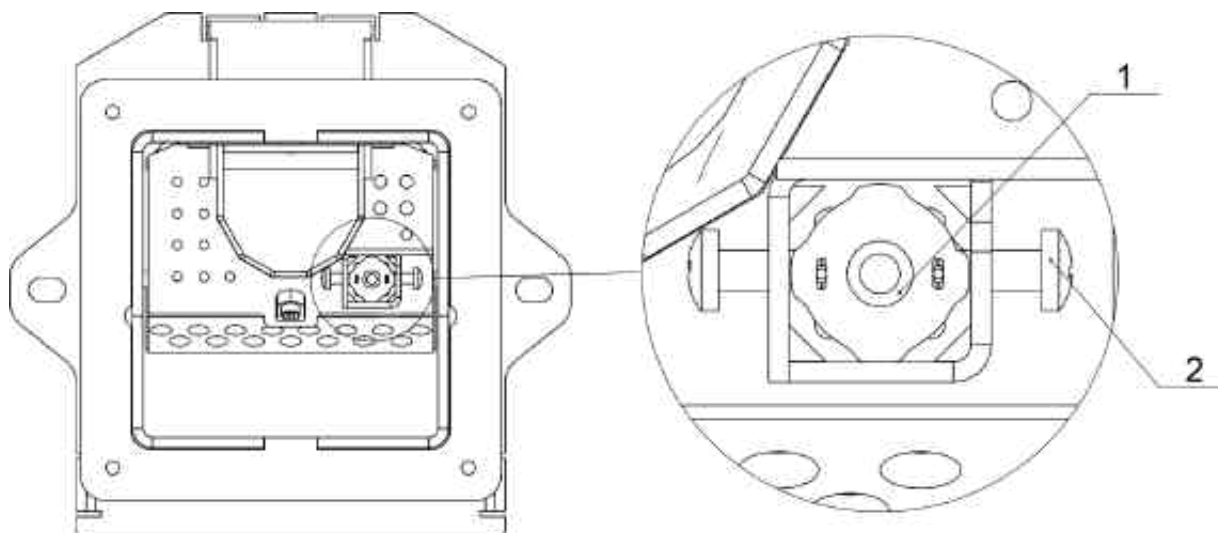

Рис. 11 Замена керамического ТЭНа розжига
- ослабить винтовой зажим керамического ТЭНа (рис.11 поз.2);
- вытащить керамический ТЭН из корпуса (рис.11 поз.1), а его провод из кабель-ввода, находящегося на монтажной пластине горелки;
- вставить новый керамический ТЭН до упора в корпус ТЭНа, придержать чтобы он не изменил положения и «от руки» (без усилия) закрутить зажимной винт. Зажимной винт (рис.11 поз.2) должен давить основание ТЭНа в его углублении (как это видно на рис.11);